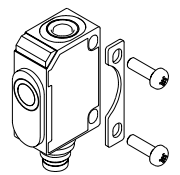

Abb. 1: Befestigung mit Montage-Lasche
- Sensor am Einbauort unter Zuhilfenahme der beiliegenden Montage-Lasche befestigen, s. Abb. 1. Maximales Anzugsmoment: 0,5 Nm